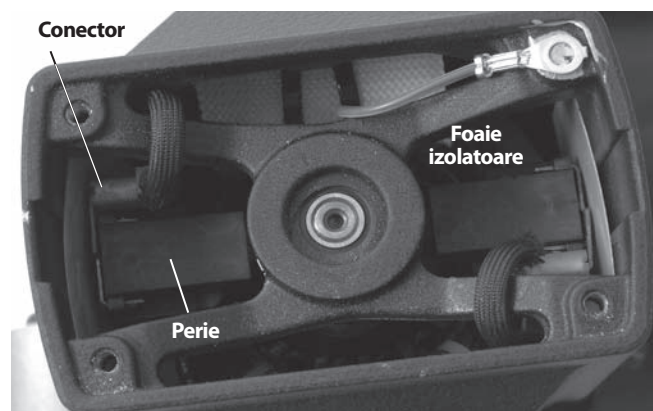

Figura 12 – Plasarea periei - Capacul motorului scos
2. Cu ajutorul unui clește, trageți afară periiile motorului drept înainte. Desprindeți conectorul. (Vezi figura 12.)